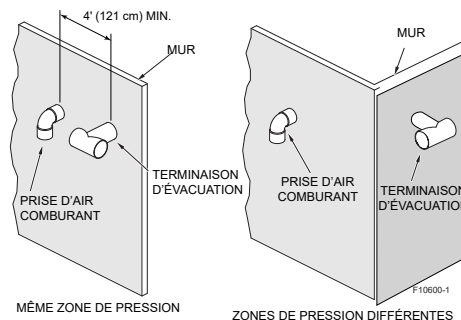

Figure 45. Emplacement apport d'air
Cette chaudière est équipée d'un ventilateur intégré qui évacue les gaz de combustion à l'extérieur du bâtiment. L'air comburant peut être tiré de l'intérieur de la pièce ou de l'extérieur du bâtiment et le conduit d'évacuation est acheminé à l'extérieur à travers le mur. La salle mécanique doit fournir un apport d'air comburant et de ventilation adéquat, conformément aux NFGC (É.-U.) ou au code B149.1 (Canada). Afin d'éviter le recyclage des gaz de combustion, la position de la terminaison d'évacuation par rapport à la terminaison d'apport d'air doit respecter certaines exigences, voir **Figure 45**. Dans un système à ventilation directe (DV), le conduit d'apport d'air doit être entièrement étanche.